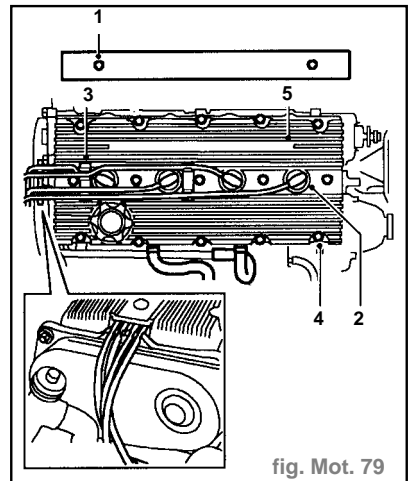

fig. Mot. 79
- Débrancher la fiche multibroches de la sonde de température d'huile (2).
- Débrancher les deux fiches multibroches des solénoïdes de commande hydraulique (3).
- Débrancher la fiche multibroches de la soupape IACV (4).
- Desserrer les 2 colliers et débrancher les 2 flexibles de ventilation du couvercle d'arbre à cames (5).
- Enlever les 2 vis maintenant le couvercle de bougie et déposer le couvercle (1) (fig. Mot. 79).
- Débrancher les 4 tubes des bougies (2).
- Soulever la plaque d'attache et la virole et placer les fils HT sur le côté (3).
- Desserrer progressivement les 15 boulons du couvercle d'arbre à cames et les enlever (4).
- Déposer le couvercle d'arbre à cames (5).